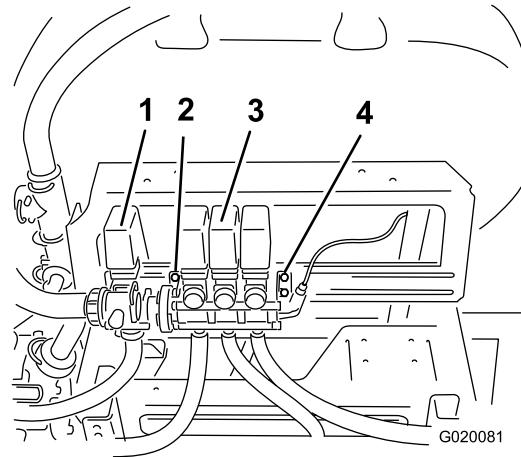
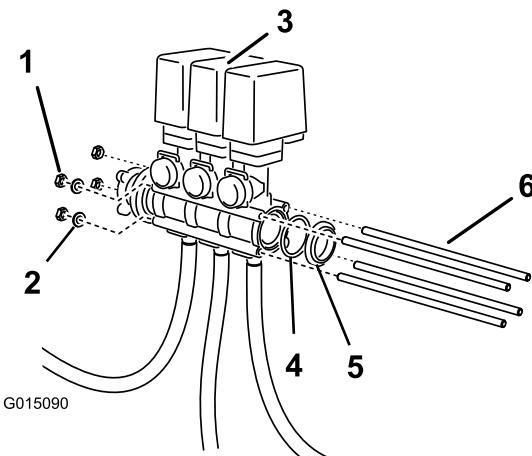

Figura 4
Figura 6
- Desaperte, mas não retire, os parafusos que prendem o conjunto da válvula da rampa ao suporte de montagem (Figura 4).
8. Insira as barras rosadas através dos furos nos corpos das válvulas de derivação da rampa e nas 2 barras mais próximas da calha de montagem, através do suporte de montagem esquerdo (Figura 4 e Figura 6).